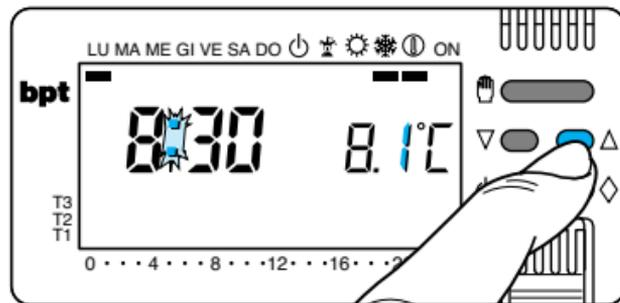
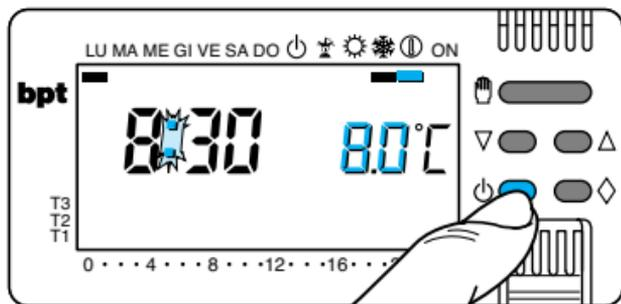

Fig. 49
Fig. 50
Sul display scompare il grafico del programma e compare la temperatura impostata precedentemente, che può essere variata agendo sul pulsante ∇ oppure \triangle (fig. 49).
10.2 - Premere una sola volta il pulsante ⏻ (fig. 50) per posizionare l'apparecchio in funzionamento ANTIGELO Ⓛ e impostare la temperatura desiderata tramite il pulsante ▽ oppure △ (fig. 49).